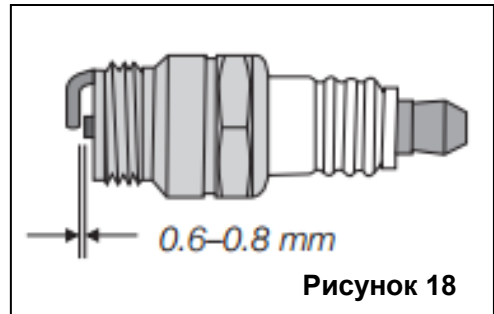

Рисунок 18
- Отрегулируйте по мере необходимости, осторожно согнув боковой электрод. (Рисунок 18)